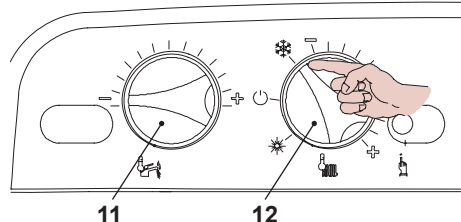

Fig. 2.3
- Ruotate il selettore 12 come in Fig. 2.3.